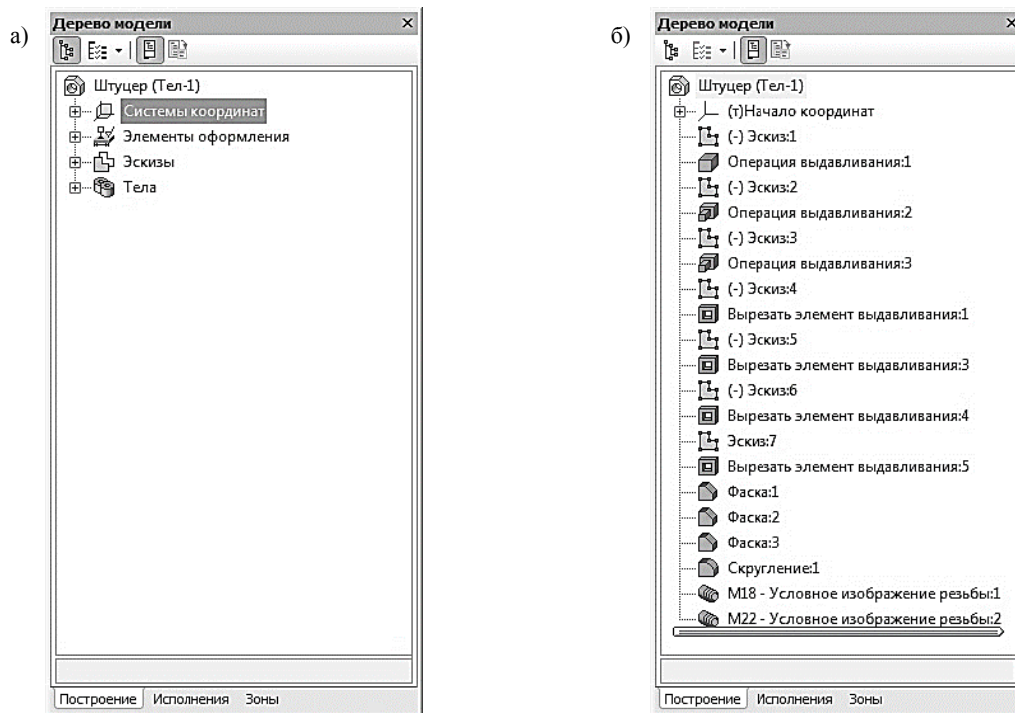

Рис. 7. Дерево модели с различными способами представления информации
1. структуру модели (рис. 7, а), когда объекты группируются по типам, образуя разделы, внутри которых они располагаются в порядке их создания;
2. последовательность построения модели (рис. 7, б), когда объекты модели группируются не по разделам, а показываются просто в порядке создания;